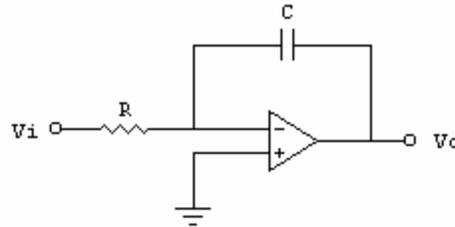

Figura 30. Modo integrador
- Modo integrador: En este montaje se usa un condensador en la rama de realimentación. La tensión de salida es proporcional a la integral de la señal de entrada e inversamente proporcional a la constante de tiempo (Figura 30).